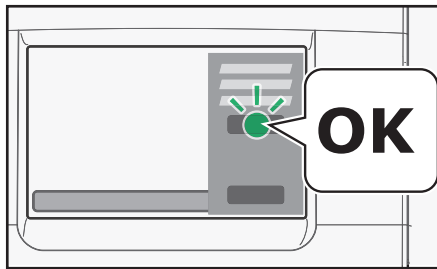

Fig. 5.6 - Tryk på OK under gennemskylning/
8. Tryk på "OK" for at bekræfte (fig. 5.6), at Rinza rengøringstabletter indsættes, og at beholderen er placeret.
9. Tryk på "OK" for at starte gennemskylning med varmt vand. (fig. 5.6).